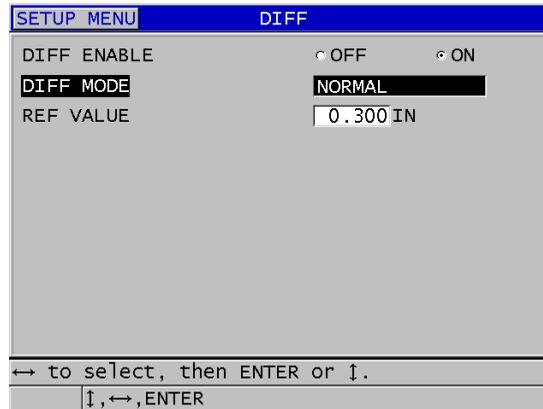

Abbildung 8-2 Fenster DIFF
3. Führen Sie Folgendes im Fenster **DIFF** aus (siehe Abbildung 8-2 auf Seite 133):